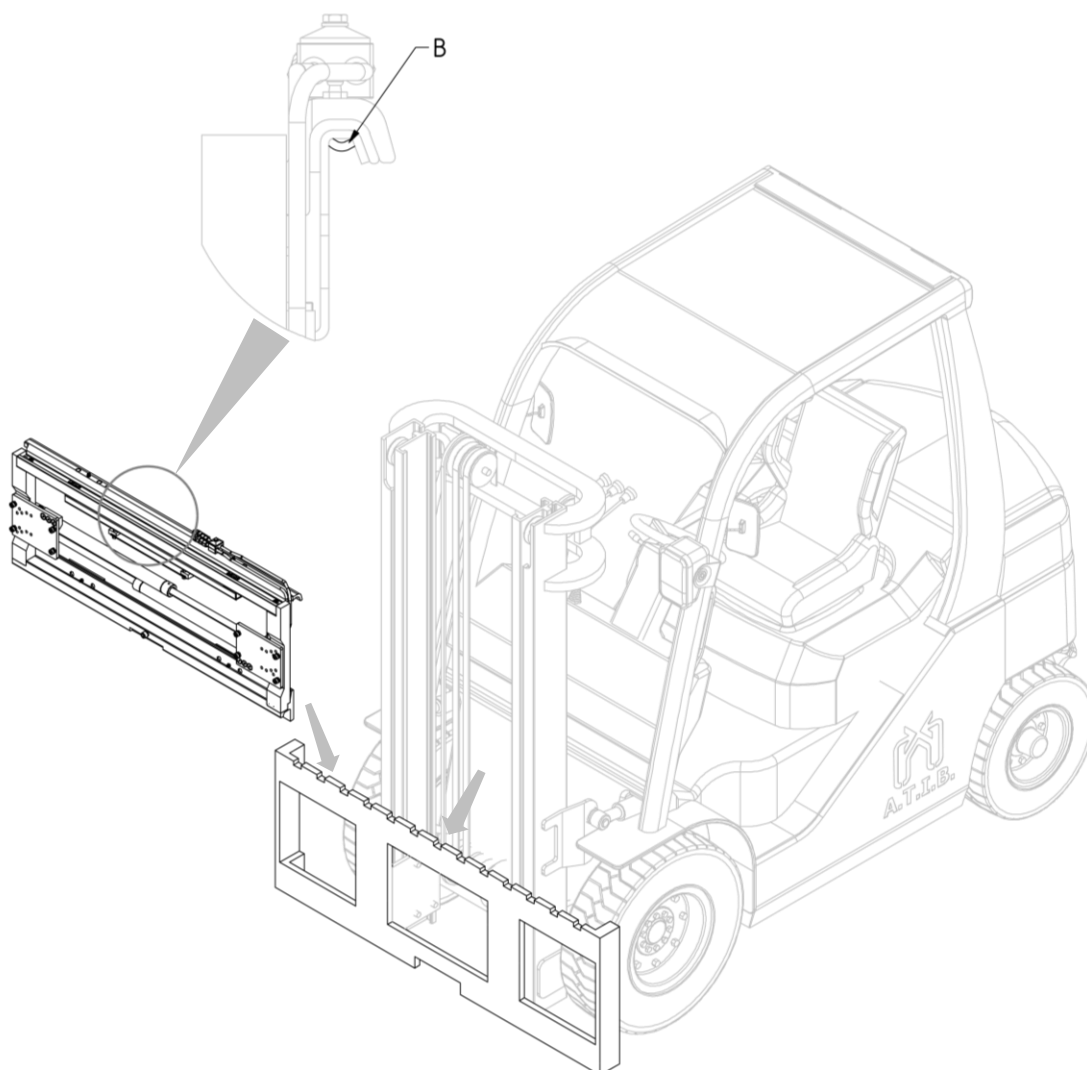

Figura 11
6. Agganciare quindi l'attrezzatura con un carrozzone o un paranco di portata sufficiente e posizionarla sulla piastra porta forche, avendo cura di incastrare il dente di centraggio **B** nella tacca centrale della piastra(vedi *Figura 11*).